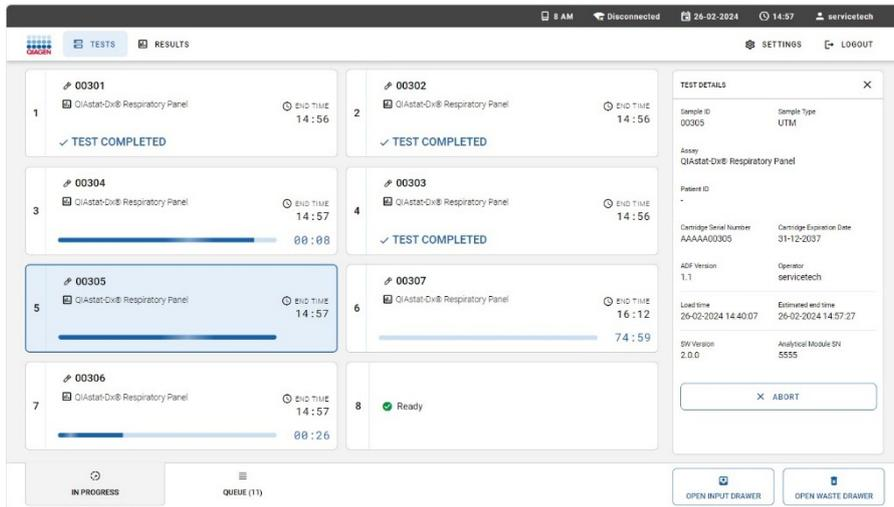

Figura 40. Interruzione dell'esecuzione del campione.
Un campione può essere interrotto durante l'esecuzione del test all'interno del modulo analitico (AM). Per interrompere un campione, andare alla scheda **IN PROGRESS** (IN CORSO) della schermata **TESTS**, quindi selezionare il campione e premere il pulsante **ABORT** (INTERROMPI) nell'angolo in basso a destra della schermata (Figura 40).